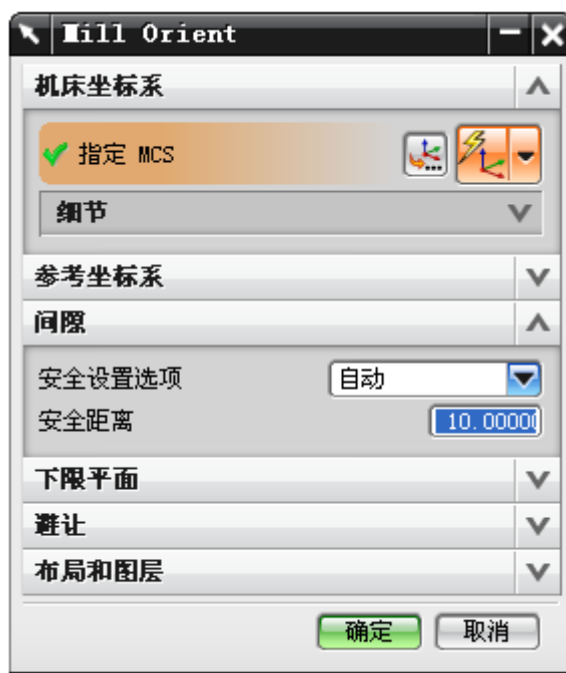

图 8-32
- 双击 MCS_MILL，打开加工坐标系定义对话框，如图 8-32 所示。单击 ，定义 MCS 与 WCS 重合。